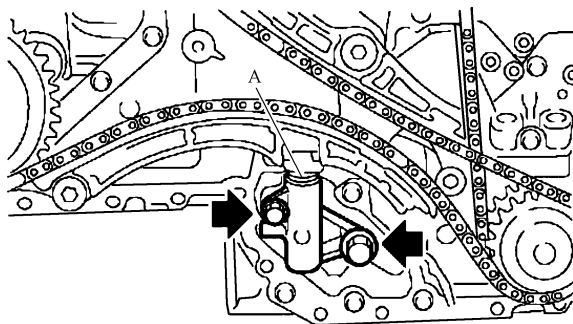

图 27-2 正时链条张紧器柱塞 A 识别
- 3) 拆卸正时链条张紧器（右）。注意：不要让张紧器柱塞 A（图 27-2）脱出。